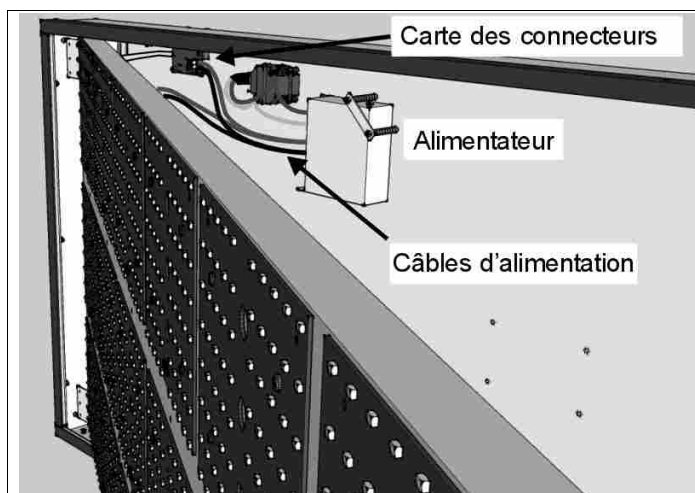

Fig. 16: Remplacement de la carte des connecteurs
- Repérez la carte des connecteurs (Fig. 16); ôtez toutes les connexions en notant leur position.